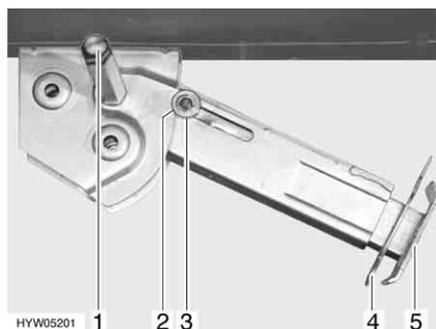

Fig. 53 Piedino di stazionamento
- Inserire la chiave a tubo nell'esagonale (Fig. 53,1) e ruotare fino a quando il piedino di stazionamento non si trova in posizione verticale verso il basso.
- Estrarre la copiglia (Fig. 53,4) dal prolungamento dell'estremità del piedino (Fig. 53,5).
- Inserire la chiave a tubo nell'esagonale (Fig. 53,1) e ruotare fino a quando il piedino di stazionamento non si stacca dal terreno.
- Spingere completamente all'interno il prolungamento dell'estremità del piedino (Fig. 53,5) e inserire la copiglia (Fig. 53,4) nel foro apposito.
- Ruotare la chiave a tubo nell'esagonale (Fig. 53,1), fino a quando il piedino di stazionamento non è sollevato verso l'alto e la guida (Fig. 53,3) è rientrata totalmente nell'intaglio (Fig. 53,2).